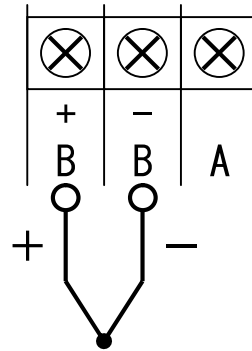

図 4.4 入力の配線(測温抵抗体入力の場合)
- 2) 図 4.3(18 頁)、図 4.4、図 4.5(19 頁)の配線例に従い入力を配線します。
①mV入力、V入力
②熱電対入力